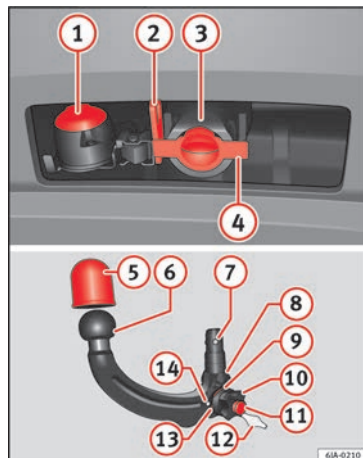

Bild 195 Draganordningsfäste för dragkrok/stag med kula
Nyckel till » **bild 195**
- Ta av locket från spännhylsan **4** » bild 195 genom att dra neråt.
- Placera skyddet över spännhylsan **(4)** » **bild 195**.